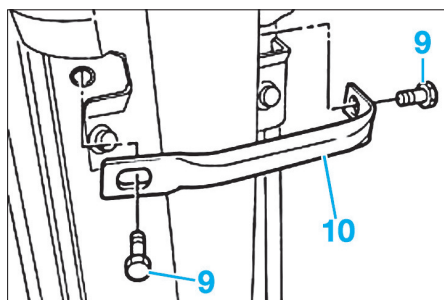

FIG. 56
- Déposer les vis (9), puis déposer la barre (10) (Fig.56).